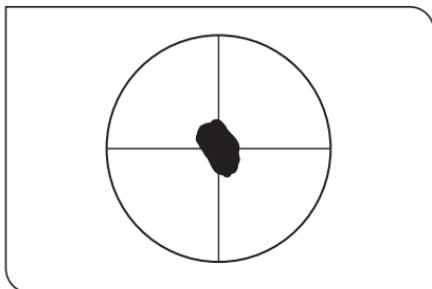

Abb. 2-1
5. Den Drehknopf des Kompensators drehen und darauf achten, dass der Messbereich in der Mitte des Objekts dunkel erscheint, wie in Abb. 2-1 gezeigt (Hinweis). Sollte dieser nicht dunkel sein, den Tisch um -90° drehen und feststellen.